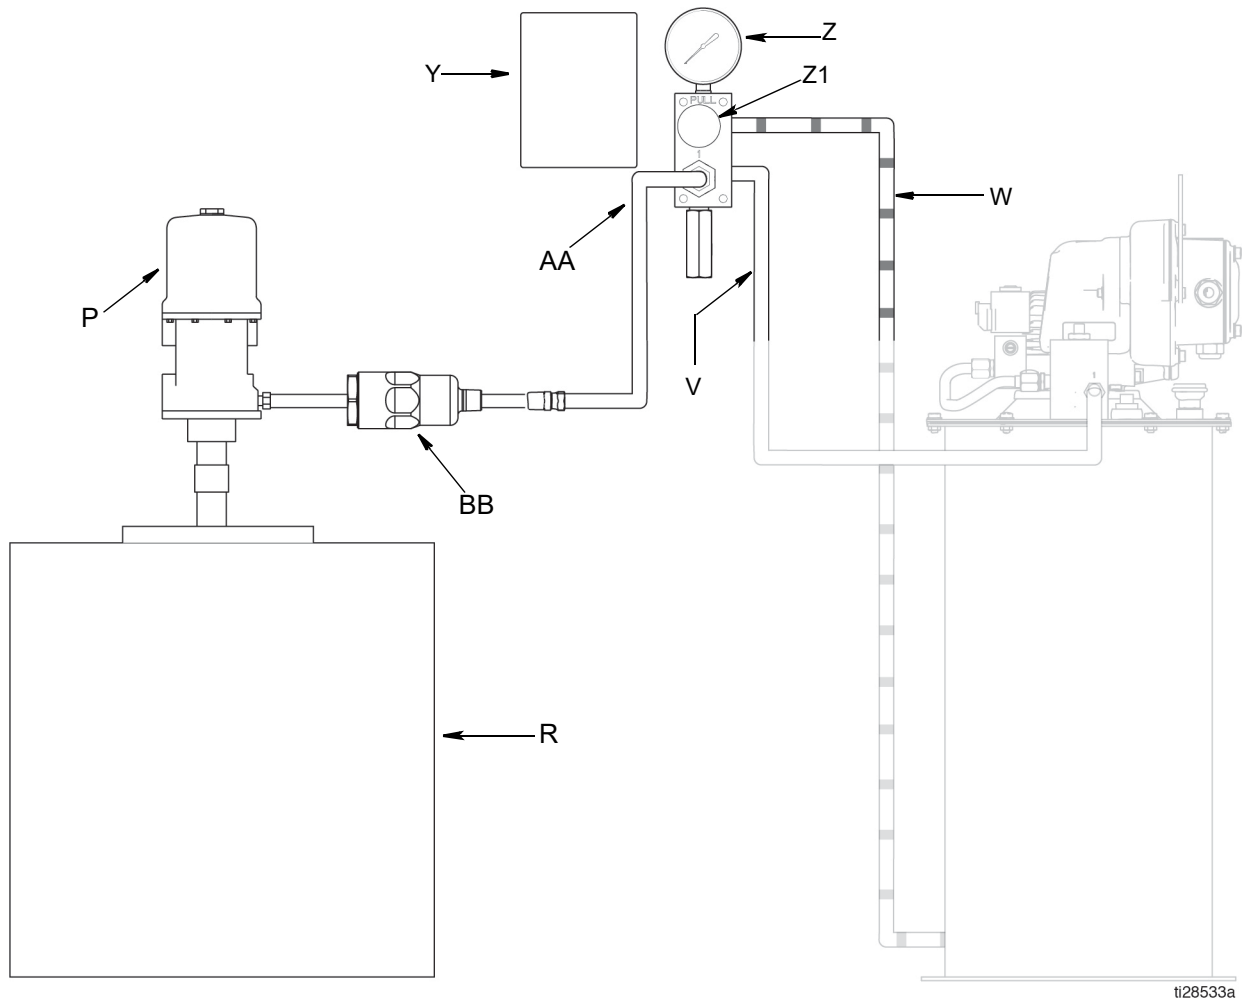

図 3
**注:** 図 3 で強調表示されているコンポーネントは、充填バルブ取り付けに一意の機能を識別しています。他のシステムコンポーネントの一覧はページ 5 の典型的な設置をご覧ください。